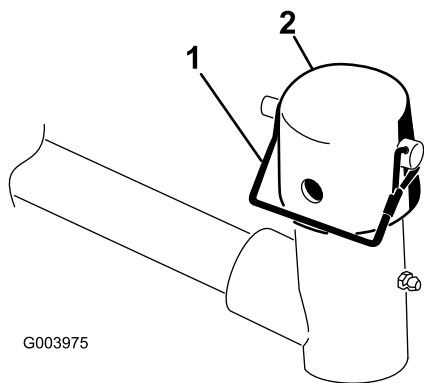

**Figura 8**
**Importante:** Na unidade de corte 4 (frontal esquerda) e na unidade de corte 5 (frontal direita), utilize as porcas de montagem do suporte da barra para instalar os guias de tubos na frente dos separadores da unidade de corte (Figura 6 e Figura 7). Os guias de tubos devem inclinar para a unidade de corte central (Figura 7 e Figura 8).